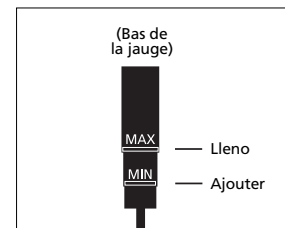
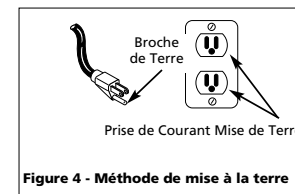

Figure 3 - bon niveau d'huile
Figure 4 - Méthode de mise à la terre
La pompe du compresseur prend environ 240 ml d'huile. La jauge d'huile dans la partie du carter de la pompe portant la mention de niveaux "max" et "min". Éviter de trop remplir en ajoutant l'huile graduellement et en vérifiant le niveau d'huile plusieurs fois avec la jauge. Ajouter suffisamment d'huile pour atteindre la ligne "max" sur la jauge. Le niveau d'huile approprié est illustré à la figure 3.
3. Ce produit est conçu pour l'utilisation d'un circuit de 120 volts et a une fiche de mise à la terre comme celle indiquée sur la Fig. 4. Assurer que le modèle est branché à une prise de courant qui a la figure 3.